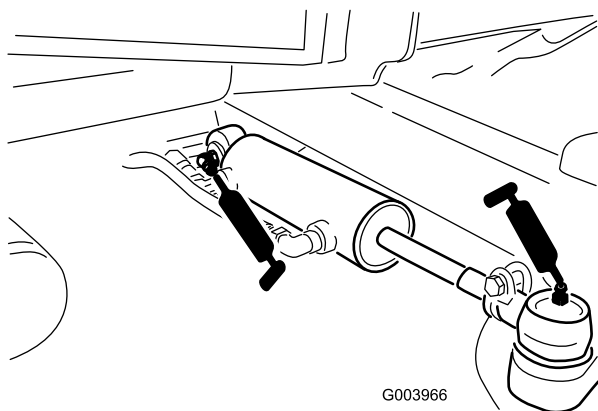

Figura 52
- Rótulas del cilindro de dirección (2) (Figura 52)